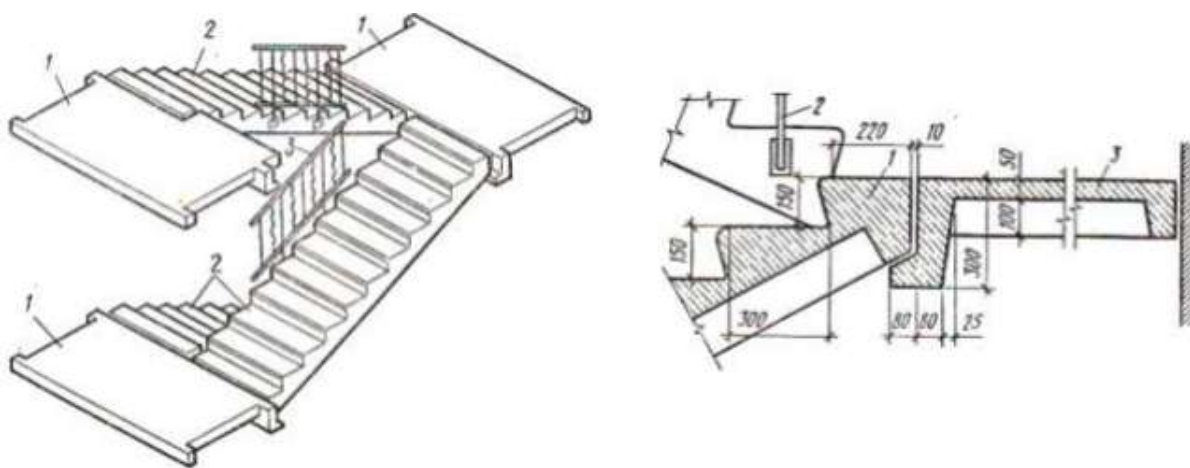

Рисунок 23 – Лестница из крупносерийных элементов 1 – лестничные площадки, 2 – лестничные марши, 3 – фрагмент ограждения
Лестницы служат путями сообщения между этажами, а также путями эвакуации людей из здания в аварийных ситуациях. Размещение лестниц в плане здания, их число и размеры зависят от назначения, габаритов и компоновки здания. Лестница состоит из маршей и площадок (рис. 23)
3. Выполнить в программе КОМПАС чертёж лестничной клетки пороставив полученные размеры по расчёту, пример см. рис. 23